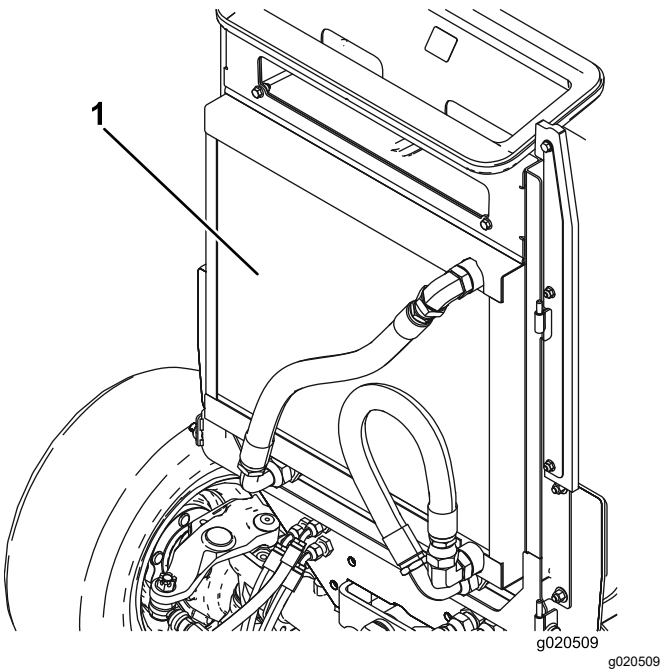

Figure 157
6. Nettoyez soigneusement les deux côtés du radiateur/refroidisseur d'huile (Figure 157) à l'air comprimé. Commencez par l'avant et soufflez les débris vers l'arrière. Nettoyez ensuite en soufflant de l'arrière vers l'avant. Répétez la procédure plusieurs fois jusqu'à ce qu'il ne reste plus aucun débris